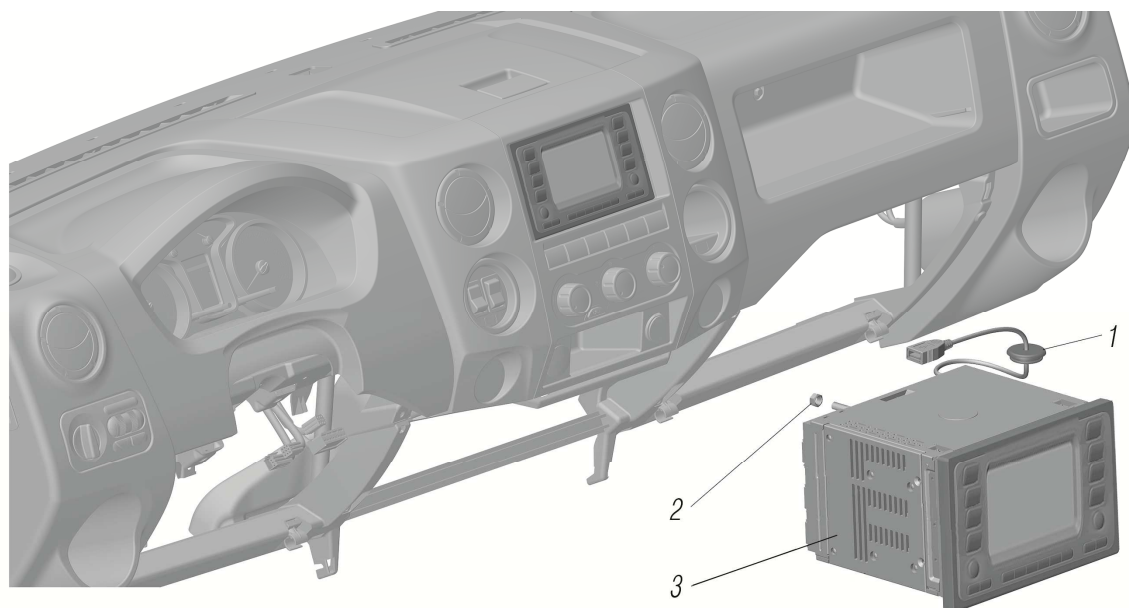

Рисунок 7.22
*5 См. рисунок 7.22
See figure 7.22